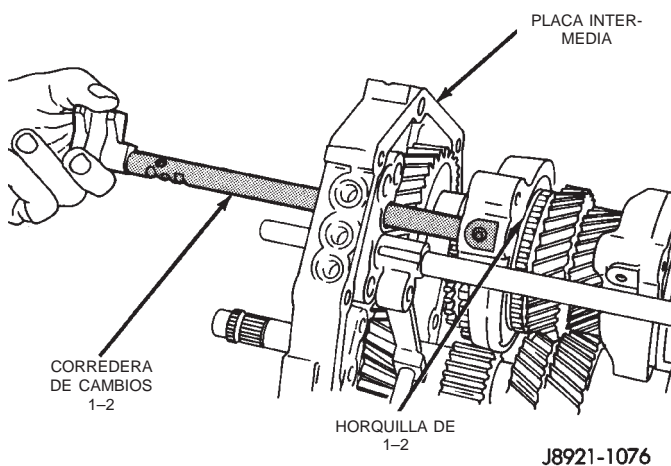

Fig. 87 Instalación de corredera de cambios 1-2
(16) Instale la corredera de cambios 1-2 a través de la placa intermedia y la horquilla de cambio 1-2 (Fig. 87).